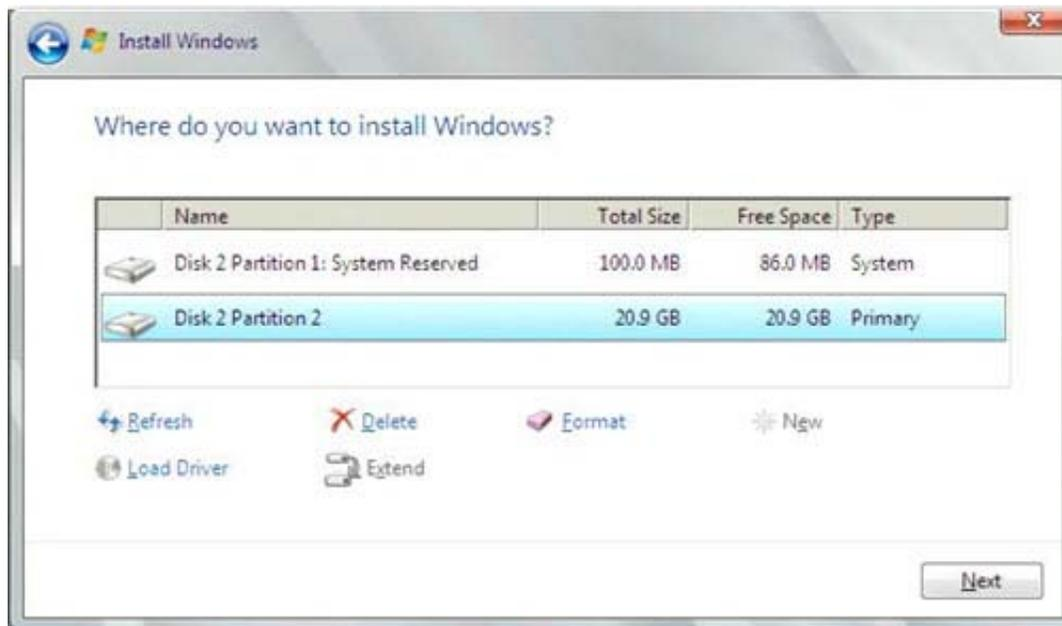

Ilustración 14-13. Selección de la partición del disco de instalación
3. Seleccione el LUN de inicio que va a instalar (Ilustración 14-13).
El iniciador debe configurarse para señalar al LUN de instalación que se requiera, y el iniciador debe haber iniciado correctamente la sesión y determinado la disposición del LUN antes de iniciar la instalación. Si no se cumplen estos requisitos, los dispositivos aparecerán en la lista de unidades que se muestra en la Ilustración 14-13, aunque antes de seguir con la instalación se producirán errores de lectura/escritura.